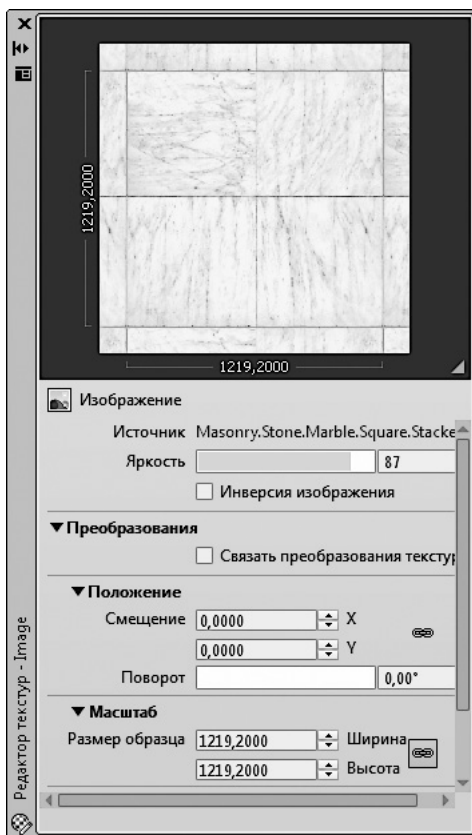

Рис. 12.17. Палитра Редактор текстур позволяет настроить вид камня
7. В раскрывшемся меню выберите пункт **Редактировать изображение**. Откроется окно палитры **Редактор текстур**, в котором можно выбрать материал для облицовки камня (рис. 12.17).